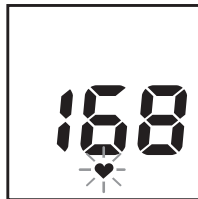

РИС.3
4. После достижения 190 мм. рт. ст., давление в манжете начнет постепенно снижаться. Выводимые на дисплей значения будут уменьшаться. Пульс индицируется мигающим символом «♥» (рис. 3).